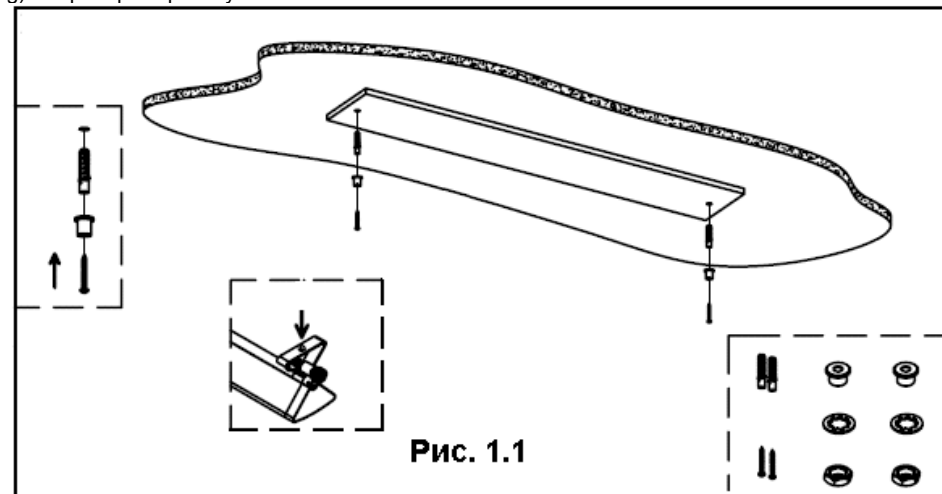

Рис. 1.1
- Наметьте и проделайте отверстия в монтажной поверхности, исходя из расположения установочных отверстий на монтажных кронштейнах светильника (Рис.1.1). Вставьте дюбели в подготовленные отверстия в монтажной поверхности;
- Прикрепите установочные винты, через отверстия в головке, к монтажной поверхности с помощью саморезов, используя подготовленные отверстия с дюбелями (Рис.1.1);